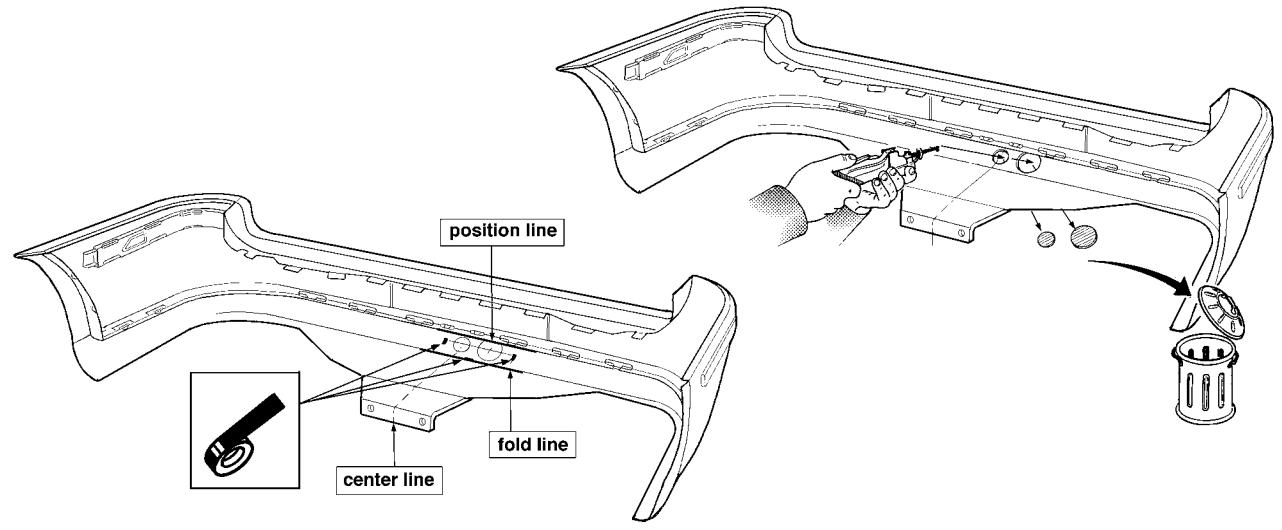

fig. 9
3. Anbring skabelonen på indersiden af kofangeren ved hjælp af klæbeband som vist i fig. 9. Skabelonens Centerline og Foldline skal falde sammen med de tilsvarende linjer i kofangeren. NB: Hvis der er tale om en kofanger af rustfrit stål, bør man bruge Position Line. Sav de angivne dele ud. Sæt kofangeren på plads igen som vist i fig.10. Monter kuglestangen ifølge tegning og fig. 10 inklusiv kontaktpladen. Anbring kontaktpladen i den rette position og spænd boltene med det i fig. 11 anviste torsionsmoment. Sæt de dele, der blev taget ud under punkt 1, på plads igen.
3. Aplicar la plantilla de acuerdo con la fig. 9 por medio de cinta adhesiva en el interior del parachoques. La línea de centro y de plegado de la plantilla han de coincidir con las líneas correspondientes en el parachoques. Atención: en caso de un parachoques RS se usará la línea de posición. Serrar las partes indicadas. Volver a colocar el parachoques de acuerdo con la fig. 10. Colocar la bola de acuerdo con el croquis y la fig. 10 y apretar los tornillos observando el punto indicado en la fig. 11. Volver a colocar lo retirado bajo punto 1.
3. Applicare la sagoma all'interno del paraurti, fissandola, mediante nastro adesivo, nella posizione indicata in fig. 9. La linea di centraggio (Centerline) e la piega della sagoma (foldline) devono coincidere con le righe corrispondenti sul paraurti. Attenzione: nel caso di paraurti di tipo RS bisogna fare riferimento alla linea di posizionamento (Position Line). Segare via le parti indicate. Rimontare il paraurti come indicato in fig. 10. Montare l'asta della sfera, completa di piastra di collegamento, come indicato in fig. 10. Posizionare la piastra di collegamento nella giusta posizione e serrare tutti i bulloni alle coppie di serraggio indicate in fig. 11. Rimontare quanto rimosso al punto 1.